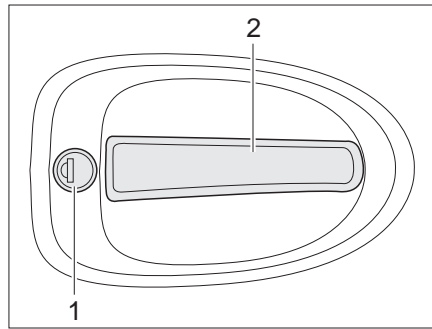

Fig. 42 Cerradura de la puerta de entrada, en el exterior
- Introducir la llave en el cilindro de cierre (Fig. 42,1) y girarla hasta que esté desbloqueada la cerradura de la puerta.
- Tirar del tirador de la puerta (Fig. 42,2). La puerta está abierta.
- Introducir la llave en el cilindro de cierre (Fig. 42,1) y girarla hasta que esté bloqueada la cerradura de la puerta.